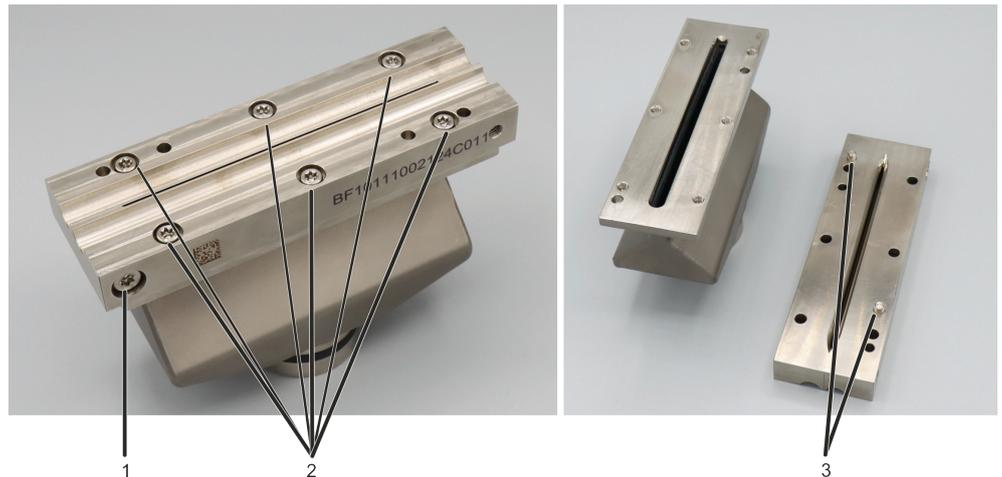

Bild 61 Verschraubungen des Brenners
1. Verschraubungen (2 in Bild 61) der Brennerbacken auf Brennerkörper lösen und Brennerbacken abnehmen.
4. Brennerbacken auf Brennerkörper aufschrauben. Passstifte (3 in Bild 61) an den Brennerbacken sorgen für richtigen Sitz.